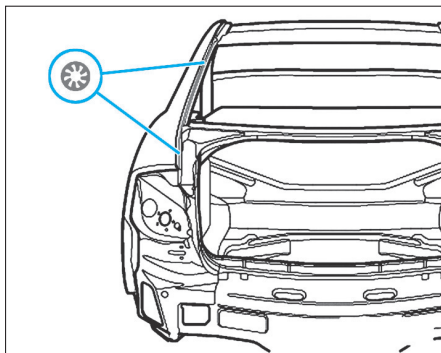

FIG. 47
- Souder le panneau latéral, soudure bouchon sous protection gazeuse (Fig.47).